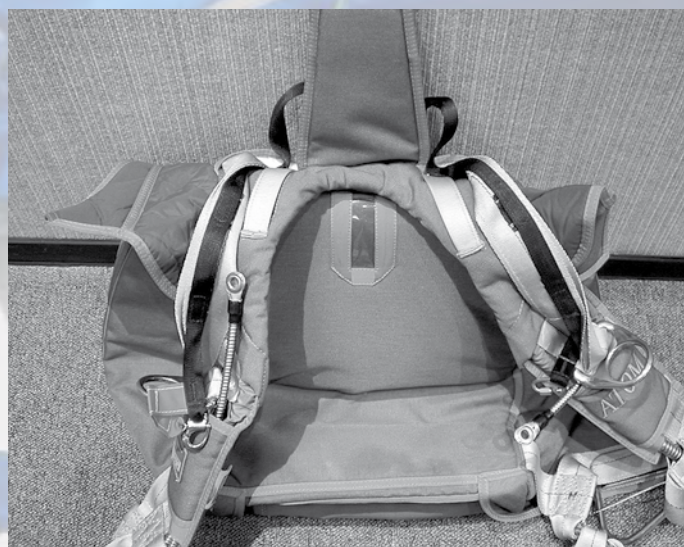

Fig 23
Contrôlez que le cheminement des sangles LOR 2 soit libre en faisant pivoter les éleveurs de secours une fois le Sac de déploiement mis en place dans le conteneur de secours.(Fig 23)
*Check that LOR 2 bridles route free by making a half-roll with reserve risers once you have set the free bag in the reserve container.(Fig 23)*